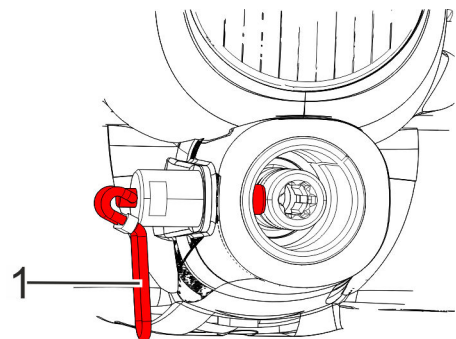

Abb. 43: Verriegelungshebel am Anbaustutzen
1. ➤ Verriegelungshebel (Abb. 43/1) öffnen.
3. ➤ Verriegelungshebel (Abb. 43/1) schliessen.
**6.** ▶ Verriegelungshebel (Abb. 43/1) öffnen.